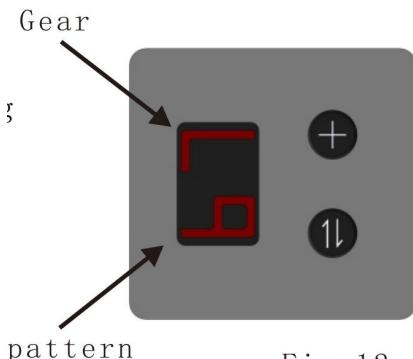

Fig. 12
- Überprüfen Sie das Aussehen der Rebschmelzfläche (siehe Abbildung 12), die gleichmäßig und flach sein sollte. Wenn die